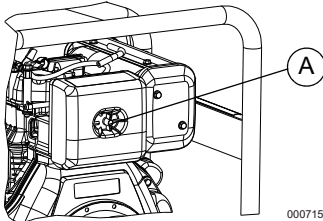

Figure 4-3. Assemblage de filtre à air
1. Voir **Figure 4-3**. Dévisser le bouton de retenue et déposer le couvercle du filtre.